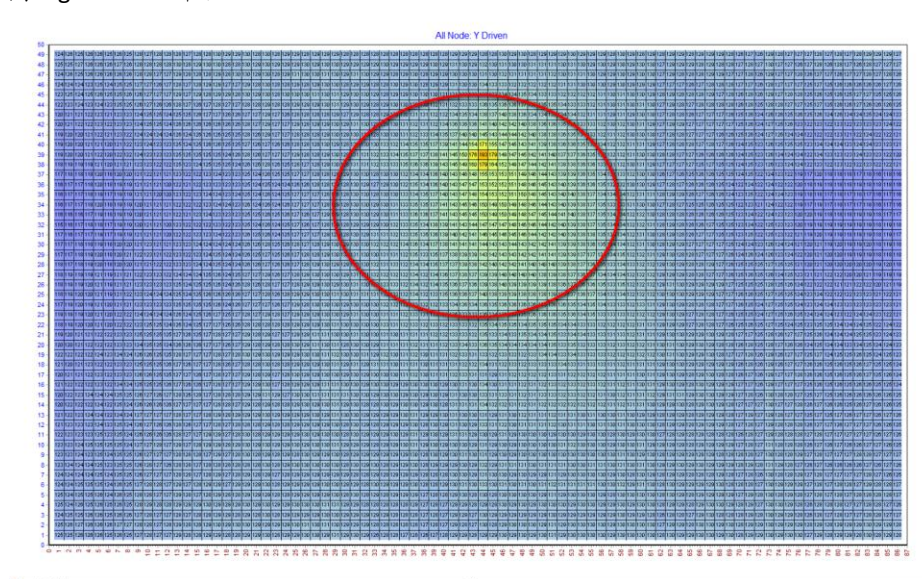
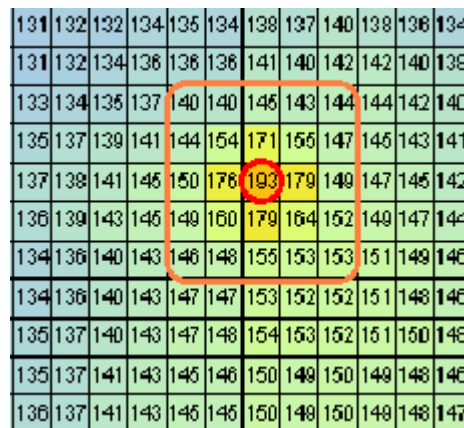

Figure 5-14: 手指按壓觸控屏 Bending 電容值視窗示意圖
Figure 5-15: 放大手指按壓觸控屏 Bending 區域電容值視窗示意圖
- ◆ 下圖 Figure 5-14 示意按壓產生 Bending 後電容值分佈情況。使用滑鼠放大該區域以方便計算。如圖 Figure 5-15 所示。
- ◆ 如圖 Figure 5-15 可知，中心按壓電容值為 193，經過計算後 $Bending_Threshold = (193-128)/2 + 128$ 為 160。計算按壓中心點周圍 5x5 矩陣內大於 $Bending_Threshold$ 的點，如下圖 Figure 5-16 可得 $BENDING_DROP_POINT_CNT$ 為 6。